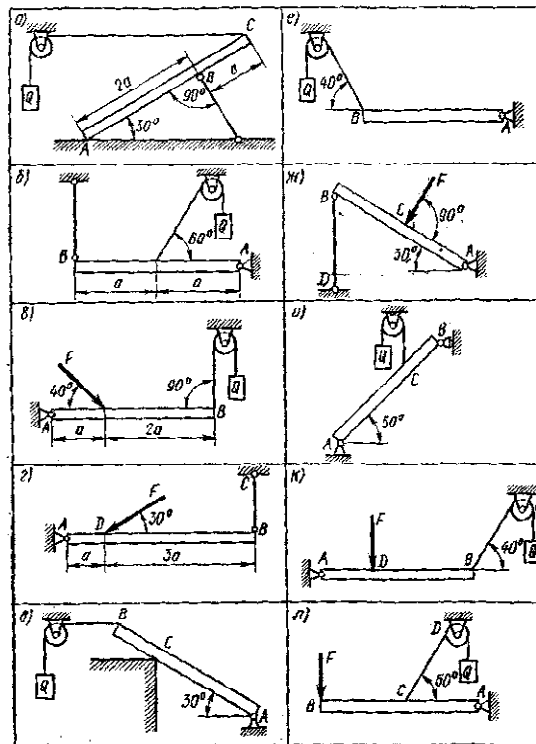

Рис. 15
1. Однородная балка (рис. 15, а), сила тяжести которой  $G = 20 \text{ кН}$ , в точке А опирается на гладкую горизонтальную плоскость и в точке В закреплена с помощью стержня, имеющего шарнирное крепление на концах. Определить реакции опор и вес груза  $Q$ , если в положении равновесия балки трос между точкой С и блоком горизонтален. Трением на блоке пренебречь.
2. Невесомая балка АВ (рис. 15, б) шарнирно закреплена в точке А и удерживается
3. Невесомая балка АВ (рис. 15, в) прикреплена к стене шарниром А и удерживается в горизонтальном положении с помощью троса, перекинутого через блок. Определить реакцию шарнира А и вес груза  $Q$ , если действующая на балку сила  $F = 800$  Н.
4. Невесомая балка АВ (рис. 15, г) прикреплена к стене шарниром А и поддерживается в точке В вертикальным стержнем ВС. Определить реакции опор, если в точке D балка нагружена силой  $F=10$  кН.
5. Однородная балка (рис. 15, д), сила тяжести которой  $G = 4$  кН, шарнирно закреплена в точке А и опирается на ребро гладкой стены в точке С. Найти реакции опор, если трос на участке от точки В до блока горизонтален,  $BC=1/3$  АВ и  $Q = 2,8$  кН. Трением на блоке пренебречь.
6. Горизонтальная однородная балка АВ (рис. 15, е), сила тяжести которой  $G = 4$  кН, шарнирно прикреплена к стене и удерживается в горизонтальном положении с помощью троса, перекинутого через блок. Определить реакцию шарнира А и вес груза  $Q$ , если в положении равновесия балки трос составляет с горизонтом угол  $40^\circ$ . Трением на блоке пренебречь.
7. Невесомая балка АВ (рис. 15, ж) прикреплена к стене шарниром А и удерживается под углом  $30^\circ$  к горизонту с помощью стержня ВD. Определить реакции опор, если сила  $F = 6$  кН. В точках В и D считать крепление шарнирным;  $AC = BC$ .
8. Невесомая балка АВ (рис. 15, и) удерживается под углом  $50^\circ$  к горизонту с помощью шарнирно-неподвижной опоры А и шарнирно-подвижной опоры В. Определить реакции опор, если трос на участке от точки С до блока вертикален и на конце нагружен силой  $Q = 4$  кН;  $BC = 1/4$  АВ. Трением на блоке пренебречь.
9. Невесомая балка АВ (рис. 15, к) прикреплена к стене шарниром А и удерживается в горизонтальном положении с помощью троса, перекинутого через блок С. Определить реакцию опоры А и силу тяжести  $Q$  груза, если ветвь ВС блока образует с горизонтом угол  $40^\circ$ , а действующая на балку вертикальная сила
10. Невесомая балка АВ (рис. 15, л) удерживается в горизонтальном положении с помощью шарнирно-неподвижной опоры А и троса, ветвь CD которого образует угол  $60^\circ$  с горизонтом. Определить реакцию опоры А и вес груза  $Q$ , подвешенного к концу троса, перекинутого через блок D. Считать, что трос прикреплен к балке в ее середине. Трением на блоке пренебречь;  $F=40$ кН.